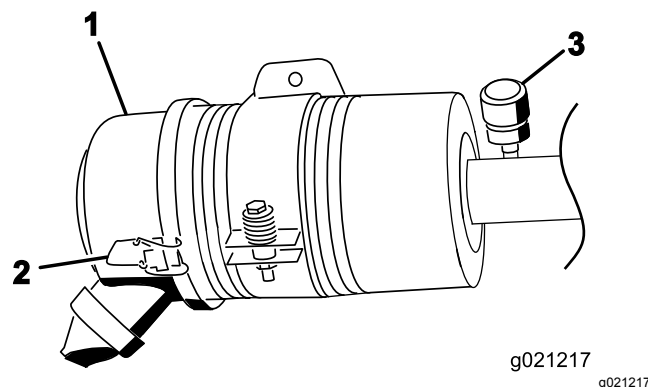

Figura 53
Faça a manutenção ao filtro de ar apenas quando o indicador de manutenção (Figura 53) o exigir. Mudar o filtro de ar antes de ser necessário apenas aumenta a possibilidade de entrar sujeira no motor quando se retira o filtro.
1. Liberte os trincos que fixam a cobertura do filtro de ar ao respetivo corpo (Figura 53).